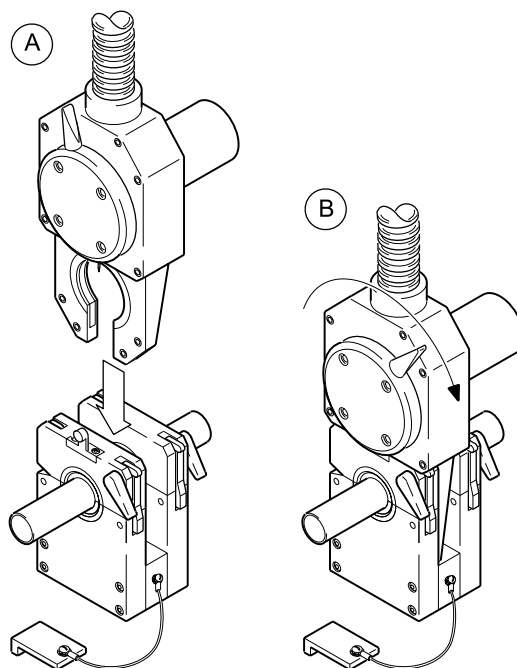

図 26：ウェルド・ヘッドとフィクスチャー・ブロックを組み立てる
ウェルド・ヘッドをフィクスチャー・ブロックに差し込みます。図 26 (A) をご参照ください。
ロッキング・レバーを時計回りにまわしてウェルド・ヘッドを固定します。図 26 (B) をご参照ください。